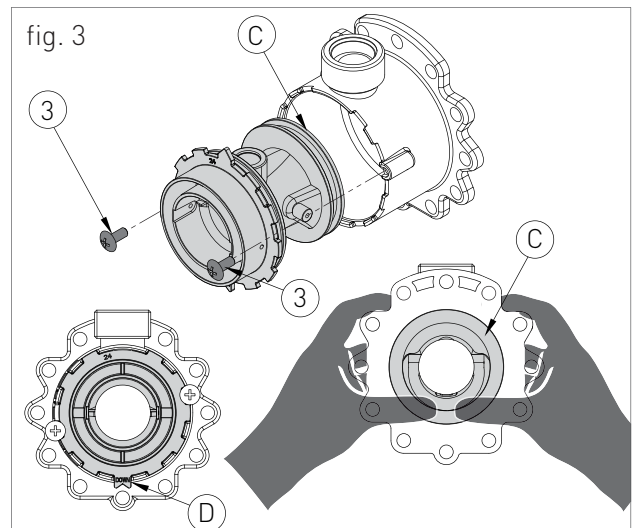

fig. 3
- > retirar los dos tornillos '3' (fig.3) y tirar desde la parte posterior del venturi 'C' (fig.3);
- > sustituir el venturi con el adecuado para el tipo de gas de suministro (GLP) y asegurarse de que el diente 'D' (fig.3) se ajusta hacia abajo en el cuerpo de aluminio (ver fig.3);